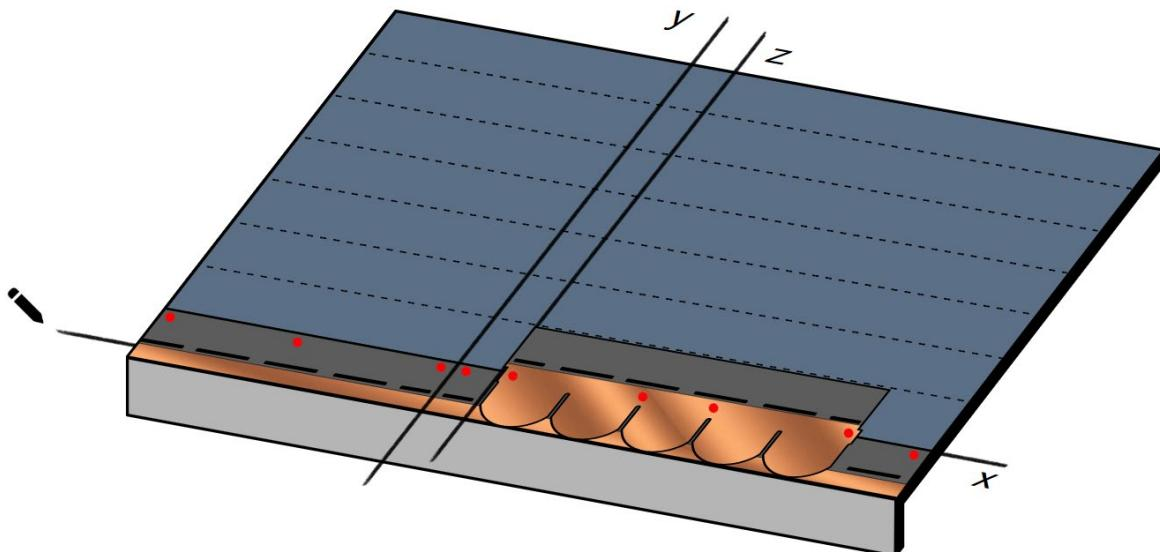
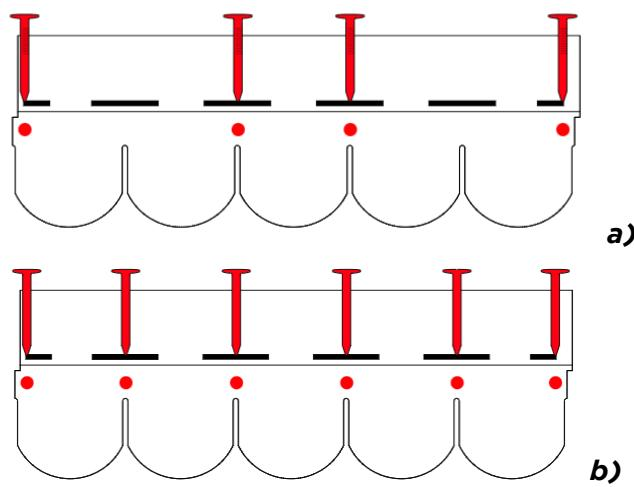

Fig. 7 - Posa delle tegole
Fig. 8 - Chiodatura tegole a) pendenze <60°; b) pendenze >60°
- Applicare in corrispondenza della linea di gronda, sopra alla membrana/sottotegola, un cordolo di adesivo bituminoso Bitustick - Fig. 7;
- Procedere con la posa della prima fila di tegole: allineare il bordo laterale della prima tegola sulla verticale **z** e il bordo superiore sull'orizzontale distante 14,5 cm da **x** - Fig. 7. Chiodare la tegola al sottofondo posizionando 4 chiodi inox per tegola, come da Fig. 8 a). Nel caso di pendenze di falda tra 60°- 85°, posizionare 2 chiodi inox aggiuntivi, per un totale di 6 chiodi per tegola, come da Fig. 8 b). Procedere con la posa di tutte le tegole della fila.